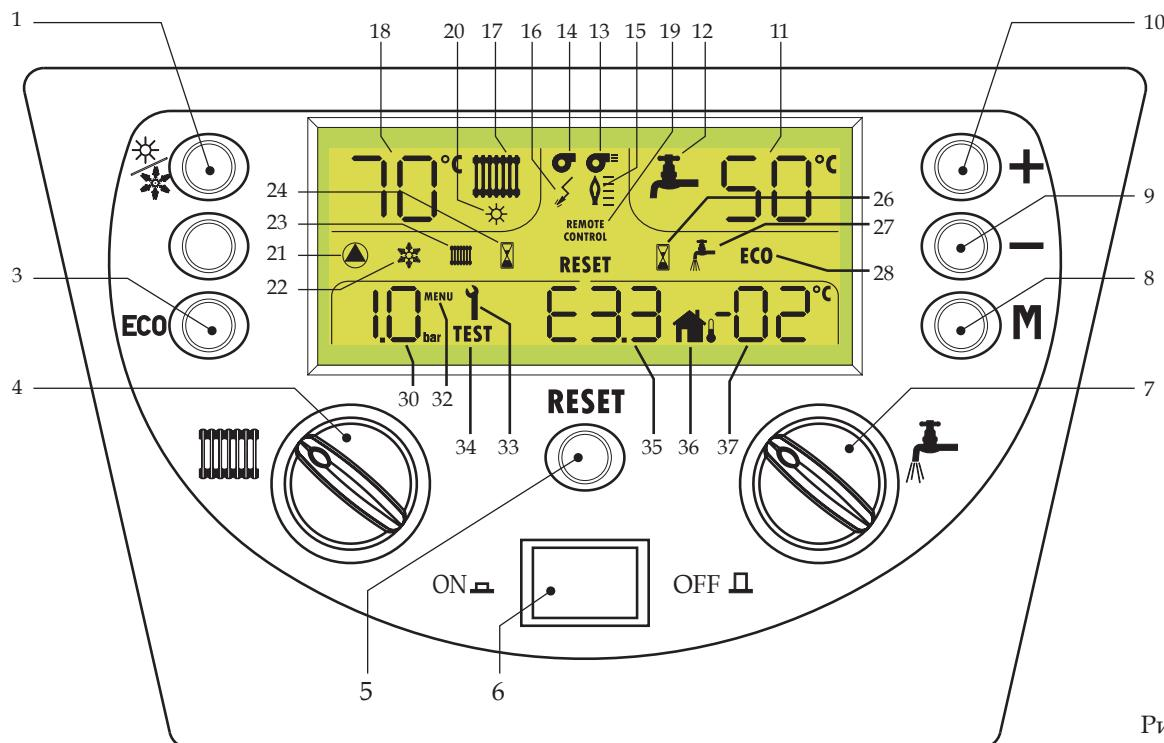

Рис. 1
В комфортом режиме котел греет воду до температуры, заданной ручкой 7, в экономичном режиме нагрев накопительного бойлера исключается, и котел работает только на нужды отопления. Для включения/отключения режима COMFORT достаточно нажать клавишу 3 (ECO - 3 - рис. 1). Когда включен режим Комфорт, надпись ECO исчезает с дисплея.
Для перезапуска котла нажать клавишу 5 (ПЕРЕЗАПУСК (RESET) - рис. 1).
- Нажать клавишу ВКЛ/ВЫКЛ (ON/OFF) (см. рис. 1)
Нажать клавишу ВКЛ/ВЫКЛ (ON/OFF) (см. рис. 1)
Для выбора одного из двух режимов достаточно нажать клавишу 1  (рис. 1).